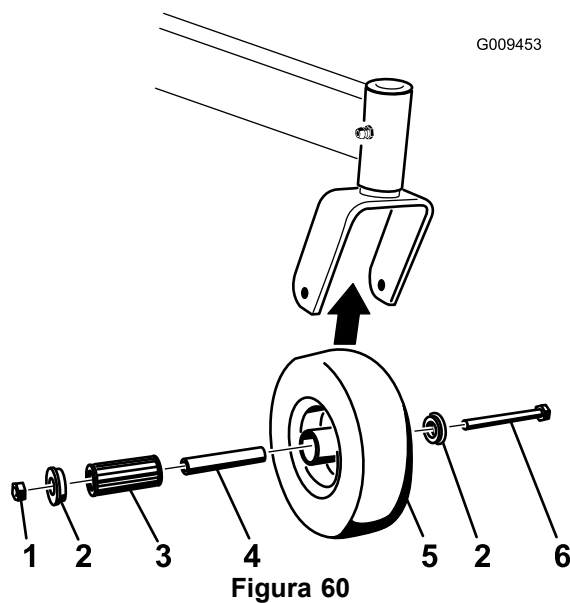

Figura 60
1. Retire la contratuerca y el perno que sujetan la rueda giratoria a la horquilla (Figura 60).
2. Retire un solo casquillo y tire del casquillo intermedio y del cojinete de rodillos para sacarlos del cubo de la rueda (Figura 60).
3. Retire el otro casquillo del cubo de la rueda y limpie la grasa y la suciedad del cubo de la rueda (Figura 60).
4. Inspeccione el cojinete de rodillos, los casquillos, el casquillo intermedio y el interior del cubo de la rueda para comprobar que no están desgastados. Cambie las piezas defectuosas o desgastadas (Figura 60).
5. Para montar el conjunto, coloque un casquillo en el cubo de la rueda. Engrase el cojinete de rodillos y el casquillo intermedio y deslícelos en el cubo de la rueda. Coloque el segundo casquillo en el cubo de la rueda (Figura 60).
6. Instale la rueda giratoria en la horquilla y fíjela con el perno y la contratuerca. Apriete la contratuerca hasta que el casquillo intermedio se apoye contra el interior de las horquillas de las ruedas giratorias (Figura 60).